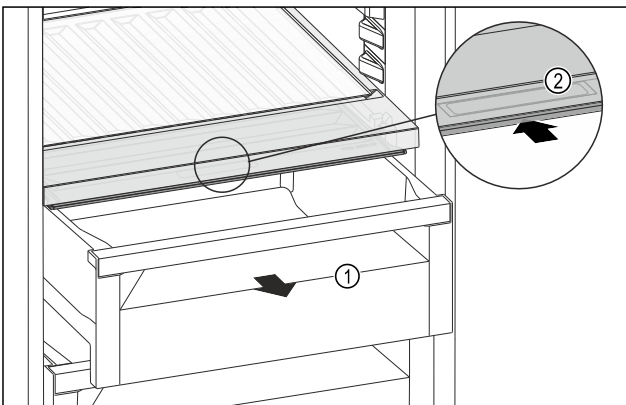

Fig. 157
- ▶ Húzza ki a fiókot Fig. 157 (1).
- ▶ Fogja meg a süllyesztett fogantyút Fig. 157 (2) a rekeszfedélen, és ezzel egy időben tolja hátra a rekeszfedélet.